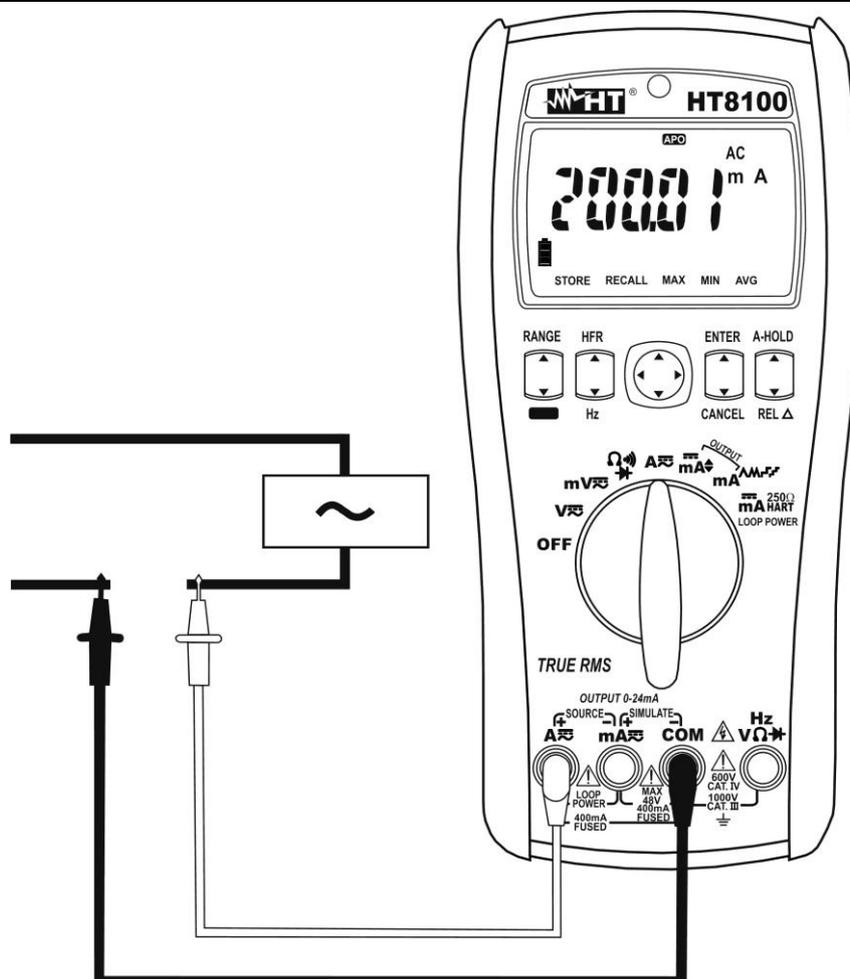

Fig. 5: Uso dello strumento per misura di Corrente AC
4. Inserire il cavo rosso nel terminale di ingresso \overline{mA} o \overline{A} ed il cavo nero nel terminale di ingresso **COM** (vedere Fig. 5)